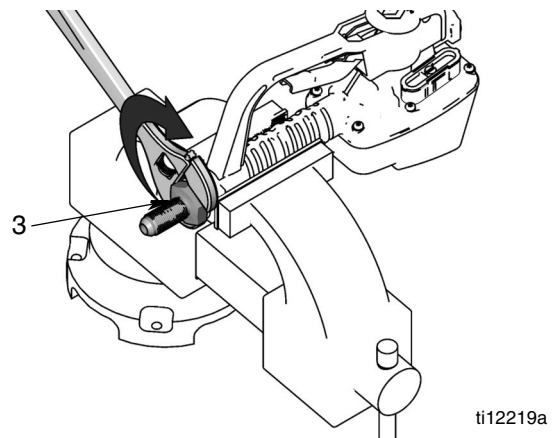

ABB. 5
5. Installieren Sie den Kopfanschlussstutzen (3) im Einlass des Zählers (ABB. 5). Verwenden Sie einen Schraubenschlüssel zum festen Anbringen.